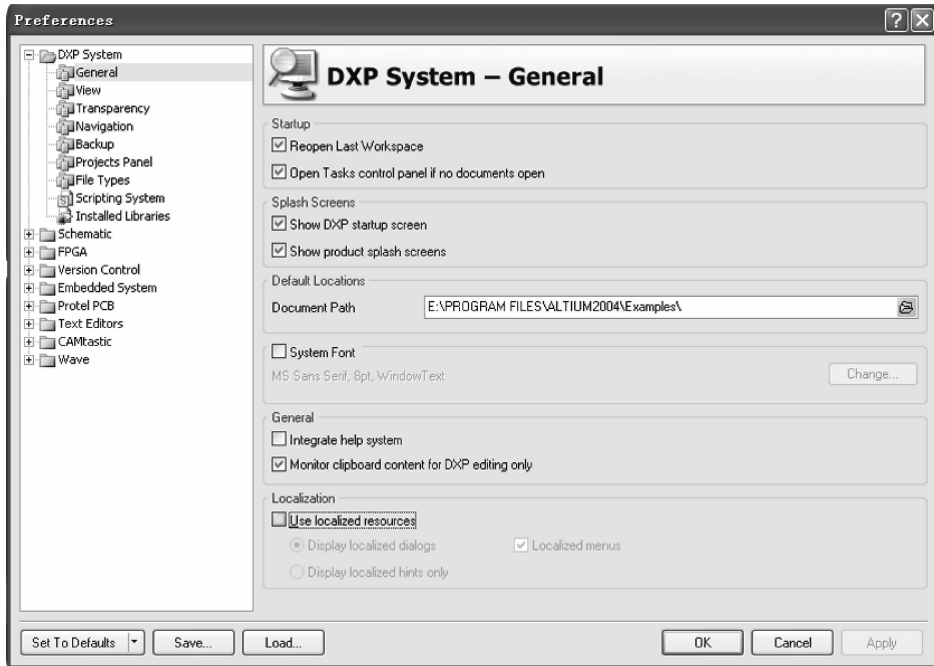

图 1-14 【Preferences(优先设定)】对话框
(2) 步骤二 在【Localization】栏下选择复选项【Use localized resources】,如图 1-14 所示。